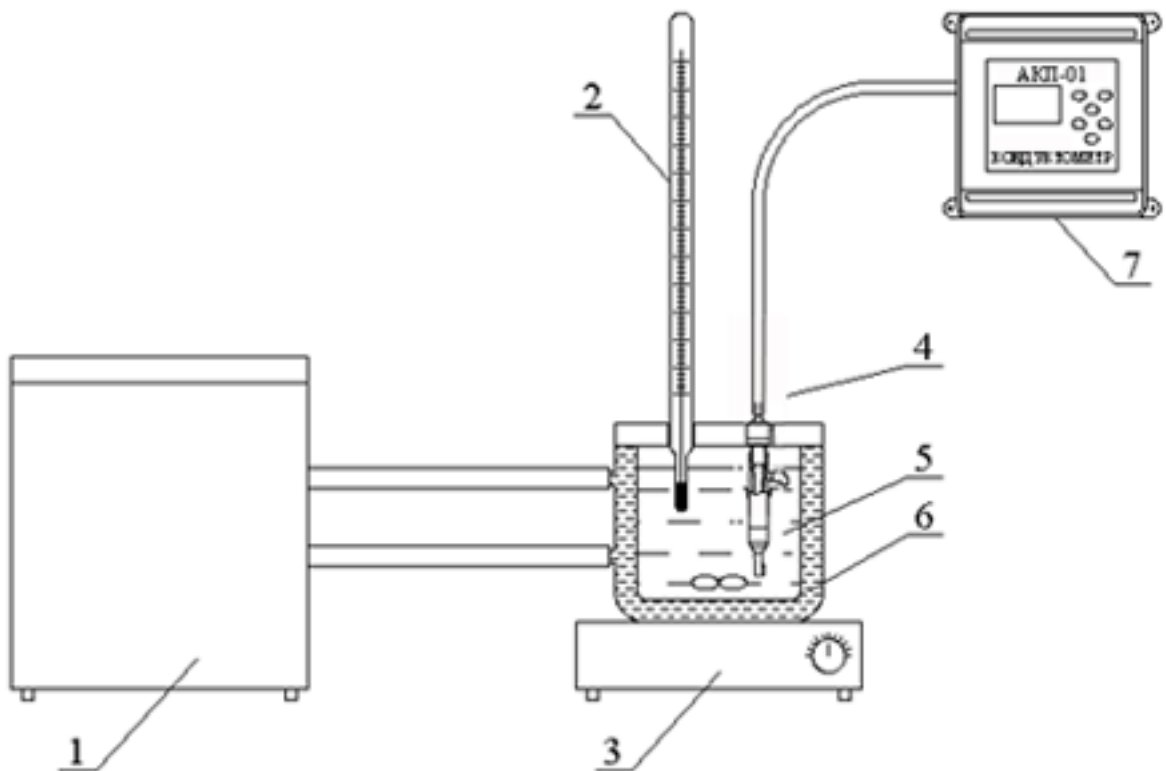

Рис.4.1. Схема установки для поверки прибора.
Для определения погрешности методом прямых измерений собирают установку в соответствии со схемой показанной на рис. 4-1, и проводят следующие операции:
4.6.4.1 Определение предела допускаемой абсолютной погрешности измерений температуры проводят на отметках 5, 25, 50 °С шкалы поверяемого анализатора путем сравнения его показаний с показаниями термометра (ТЛ-4 или термометр более высокого класса точности). Для этого используют установку, показанную на рис. 4-1. Термостатируемый стакан наполняют водой.
4.6.5.1 Определение изменения предела допускаемой основной абсолютной погрешности измерений УЭП в режиме приведения при изменении температуры анализируемой жидкости проводят на отметках 5, 25, 55 °С шкалы температуры поверяемого анализатора при включенном режиме автоматической термокомпенсации. Для этого используют установку, показанную на рис. 4-1. Термостатируемый стакан поочередно заполняют растворами, описанными в таб. 4.2.
Градуировка проводится с помощью эталонного раствора. Для этого необходимо собрать установку, показанную на рис. 4-1. и выполнить следующие операции: